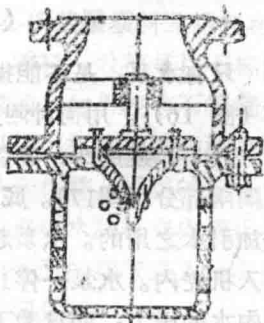

图 17
(1) 莲蓬头: 莲蓬头又叫“水龙头”,它包括底阀及滤水网两部分(图17)。底阀又叫“活门”,它是为水泵起动以前加引水之用的。水泵起动后,底阀被吸开,水便通过滤水网进入机壳内。水泵一停止工作,底阀因本身铁板的重量和受到管内水的压力,而自动下落,使水留在管内,不致漏失,下次开动时就不用再加引水了。